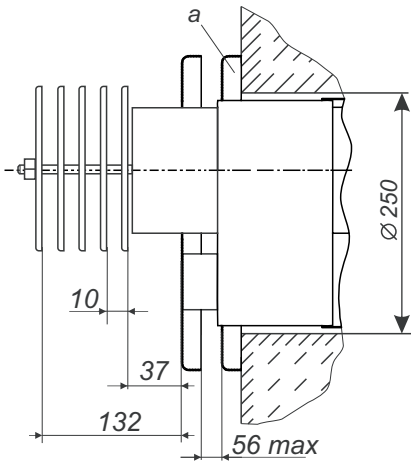

Рис. 3. Встановлення дисків димоповітряного блоку для апаратів потужністю 10-15 кВт
1 - вхідний патрубок підведення води в другий контур; 2 - газовий клапан; 3 - термоміндикатор; 4 - стаканчик для установки балона терморегулятора і термоміндикатора; 5 - датчик перегріву; 6 - вихідний патрубок другого контуру; 7 - патрубков підключення газу; 8 - димоповітряний блок (докладніше рис.3, 5, 5а); 9 - патрубков відводу води в систему опалення; 10 - місце установки ТЕНа (ТЕН в комплектацию апарата не входить); 11 - патрубков подачі води з системи опалення; 12 - оглядове вікно; 13 - запальник; 14 - основний пальник
6.3.1. В зовнішній стіні будинку, згідно з рис. 2, пробити горизонтальний канал діаметром 190 мм для апаратів потужністю 5-7 кВт, 250 мм для апаратів потужністю 10-15 кВт (рис. 3; 5). При цьому необхідно враховувати, що для забезпечення установки та зняття апарата, а також для зняття та установки газопальникового пристрою перед фронтом апарата на відстані **не менше 1 м від стіни** не повинно бути ніяких будівельних елементів або стаціонарно встановленого обладнання.
Для апаратів потужністю 10-15 кВт на виступаючий газохід зовнішній установити набір дисків. Закріпити диск "а" до зовнішньої стіни і відрегулювати їх (рис. 3).